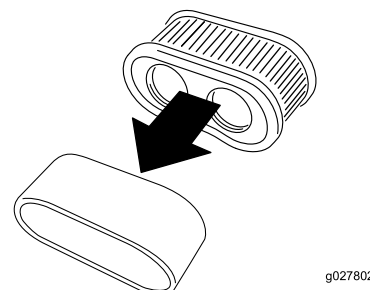

Figure 36
5. Séparez l'élément en mousse de l'élément en papier (Figure 36).